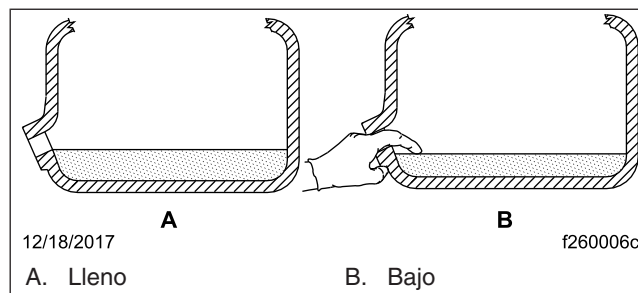

Figura 1, Revisión del nivel de líquido para transmisión
3. Use el dedo (con un guante puesto) o un limpiador de pipas acodado para revisar si el líquido está al nivel de la abertura de llenado. Vea la **Figura 1**.